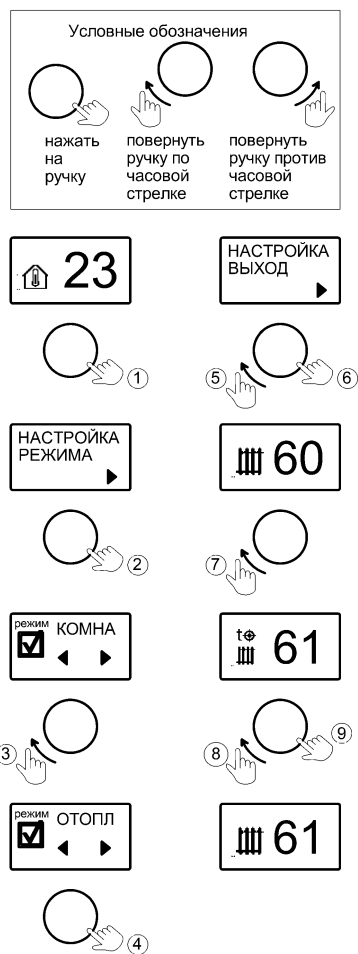

Рисунок 4. Выбор и настройка температуры режима **«ОТОПЛЕНИЕ»**
9.1 «ОТОПЛЕНИЕ» – режим поддержания температуры теплоносителя. Датчики температуры воздуха в алгоритме не участвуют. Заводская настройка температуры теплоносителя **70°C**. Активация режима и настройка температуры показана на рис.4. Температуру можно задать в диапазоне от +8°C до +85°C.
10.1 Во вкладке **«РЕЖИМ РАБОТЫ»**, выбирается основной режим работы котла («ОТОПЛЕНИЕ», «КОМНАТНЫЙ», «УЛИЧНЫЙ») - см. рис. 4, рис.5, рис.6.